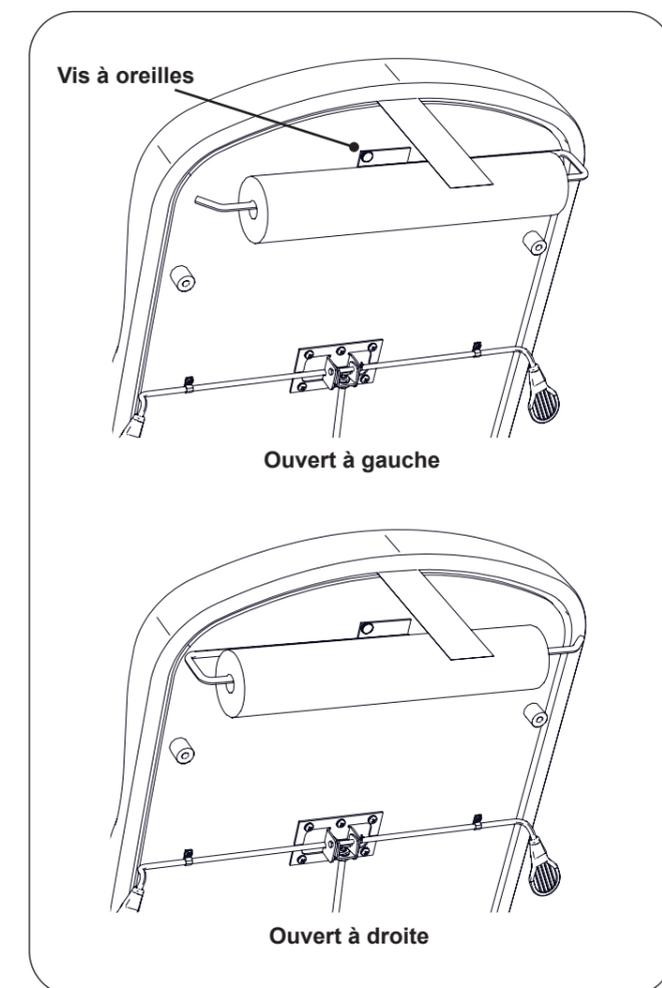

Figure 7. Installation du support de rouleau de papier
1. Déterminez l'orientation souhaitée pour le support de rouleau de papier. (Voir deux options dans Figure 7)